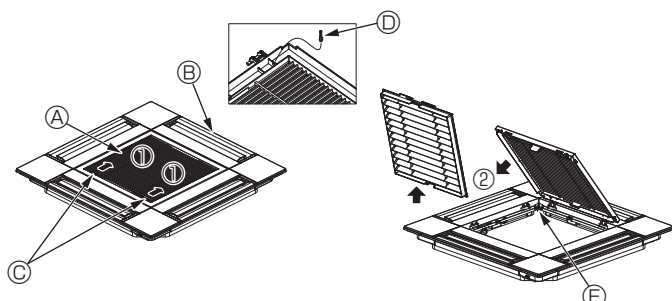

Fig. 10-3
10.3.1. Extracción de la rejilla de admisión (Fig. 10-3)